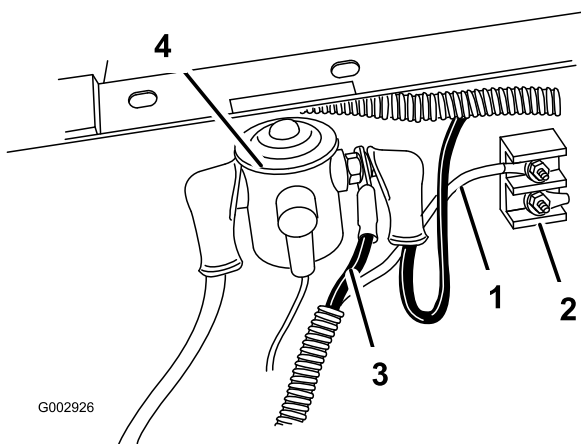

Figura 7
10. Ligue o cabo de alimentação ao solenóide localizado por baixo do banco do condutor (Figura 7).
11. Ligue a extremidade do cabo de massa preto a um pino de massa do bloco de terminais de massa (Figura 7).